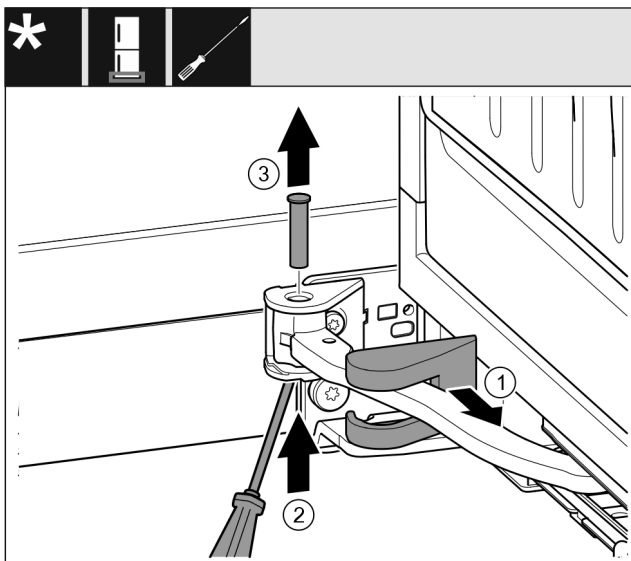

Fig. 15
- ▶ Stáhněte kryt stojanu ložiska a posuňte podél kloubu. Fig. 15 (1)
- ▶ Čep zesponu nadzvedněte prstem nebo šroubovákem. Fig. 15 (2)
- ▶ Šroubovákem zajedťte pod hlavu čepu a vytáhněte jej. Fig. 15 (3)